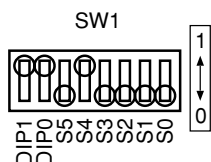

Fig. 2 (DIP switch setting / DIPスイッチの設定)
- 6) Set the DIP switch of the jig P.C.B. as shown in Fig. 2.
- 6) 治具P.C.B.のDIPスイッチをFig. 2のように設定します。